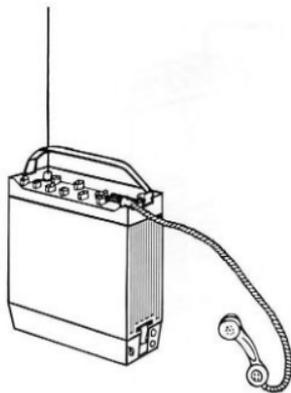

Bild 6. Tragbarer Einsatz (SE-Gerät mit Batteriekasten)
2.3. Tragbarer Einsatz (Bild 6)